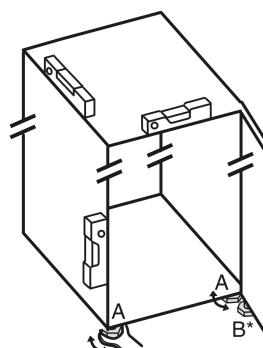

Fig. 2
- ▶ Stellfüße Fig. 2 (A) mit beiliegendem Gabelschlüssel und mit Hilfe einer Wasserwaage herausdrehen, bis das Gerät fest und ebenstehend ausgerichtet ist.
► Stellfuß Fig. 2 (B) am Lagerbock mit beiliegendem Gabelschlüssel herausdrehen, bis er auf dem Boden aufliegt.
► Stellfuß Fig. 2 (B) um 90° weiter drehen.